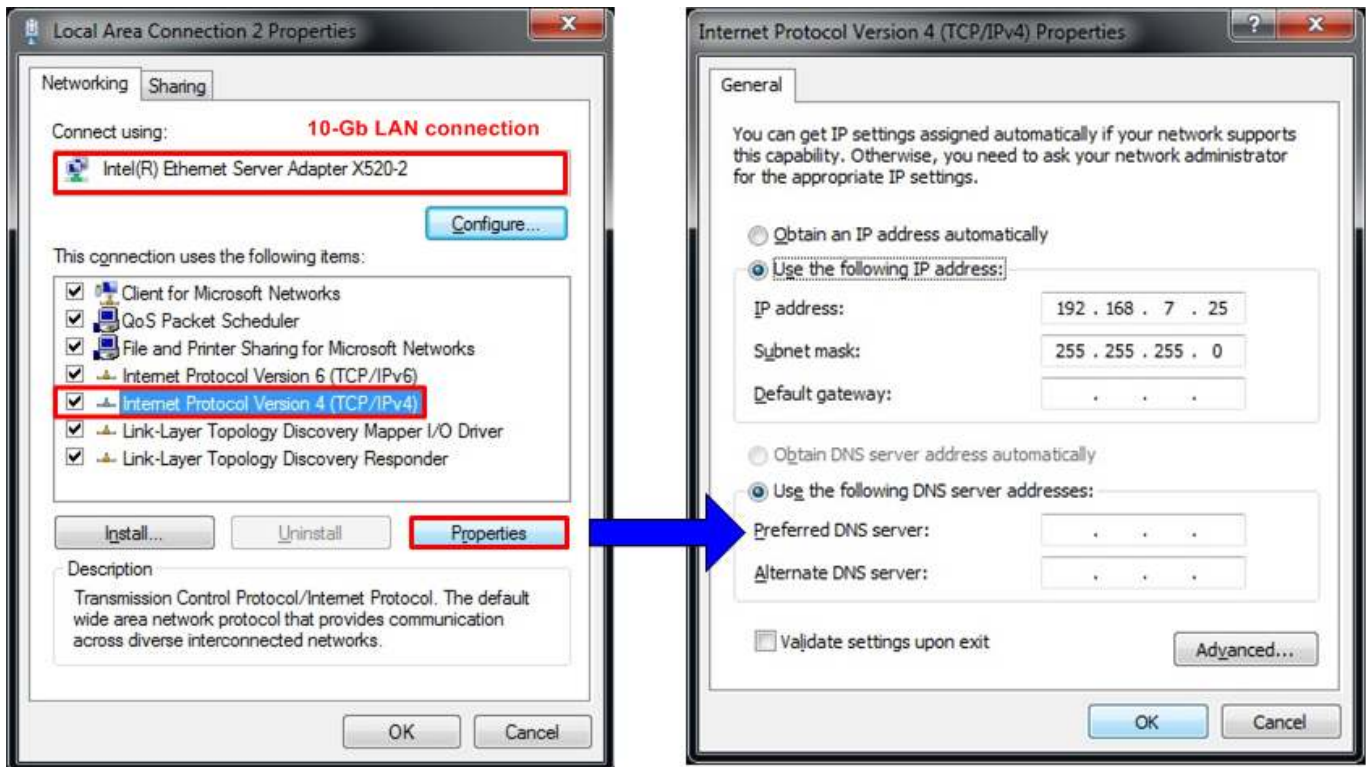

図 3-1: IPv4 の設定
- 1) 図 3-1 に示すように 10Gb 接続のローカル・エリア接続プロパティを開きます。